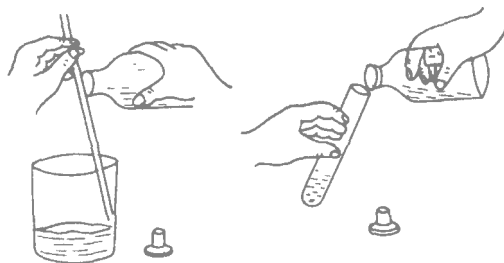

图 8 倾注法
(2) 从细口瓶中取用液体试剂 时用倾注法。先将瓶塞取下 反放在桌面上, 手握试剂瓶上贴标签的一面 (若两面均有标签 手握空白的一面), 逐渐倾斜瓶子, 让试剂沿着洁净的试管壁流入试管或沿着洁净的玻璃棒注入烧杯中(图 8)。注入所需量后, 将试剂瓶口在容器上靠一下, 再逐渐竖起瓶子, 以免遗留在瓶口的液滴流到瓶的外壁。